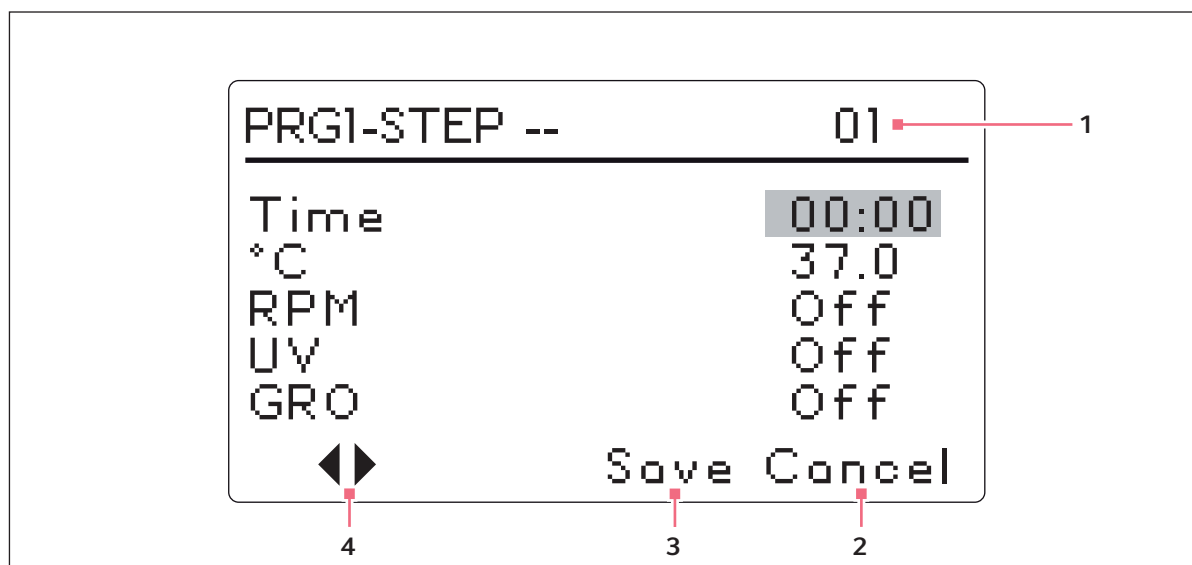

Fig. 5-12: Program 1, Step 1
2. Tourner le bouton de commande jusqu'à ce que le champ indique **Nouveau**. Appuyer sur le bouton de commande pour sélectionner ce mode. L'écran du programme 1 - étape 1 s'ouvre (voir Fig. 5-12 à la page 58):